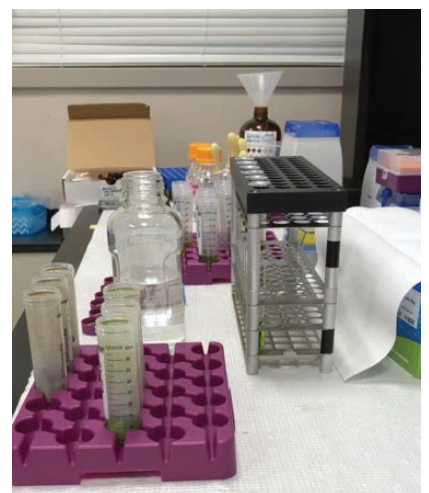

图 7.
12. 溶剂通过 C18 柱后，使用另外的 5 mL 乙腈冲洗空样品管，并将冲洗液倒入相同的 C18 柱中（图 7）